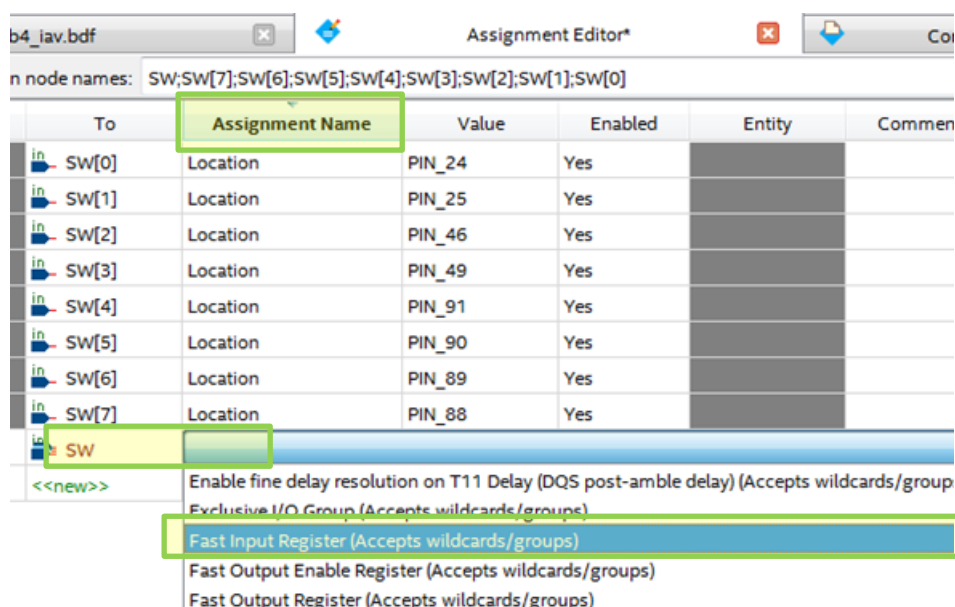

Рис. 75 Выбор опции Fast Input Register для сигналов SW
14.3. В столбце «**Assignment Name**» дважды кликните по полю «**Location**» в строке с сигналом **SW** и из выпавшего списка выберите опцию **Fast Input Register** (рис.75).
В столбце «**Assignment Name**» дважды кликните по полю «**Location**» в строке с сигналом **D\_SS** и из выпавшего списка выберите опцию **Fast Output Register** (рис.75).